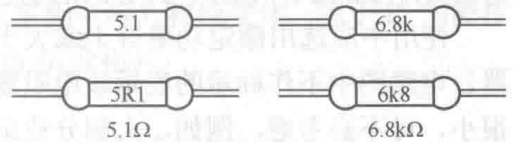

图 1-4 电阻值直标法
(1) 直标法,即将电阻值直接印刷在电阻器上。例如,在 5.1Ω 的电阻器上印有“5.1”或“5R1”字样,在 $6.8k\Omega$ 的电阻器上印有“6.8k”或“6k8”字样,如图 1-4 所示。